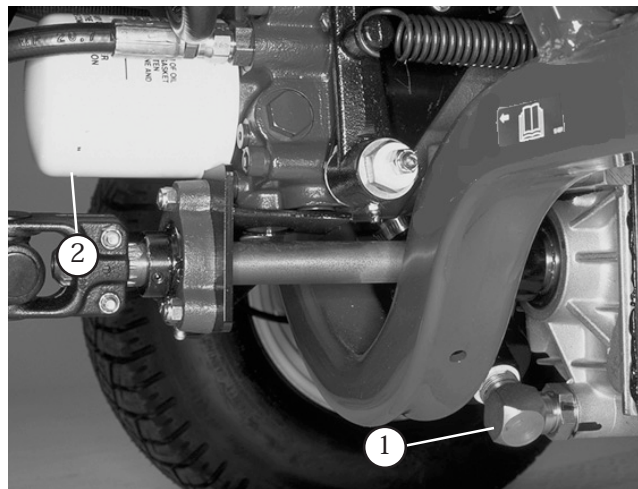

図 67
2. トランスミッションの底部にあるサクション・ラインの周囲をきれいにする (図67)。ラインの下にオイルを受ける容器をおく。
2. フィルタ容器の周辺をウェスできれいにぬぐう (図67)。フィルタの下に廃油受けを置いてフィルタを外す。